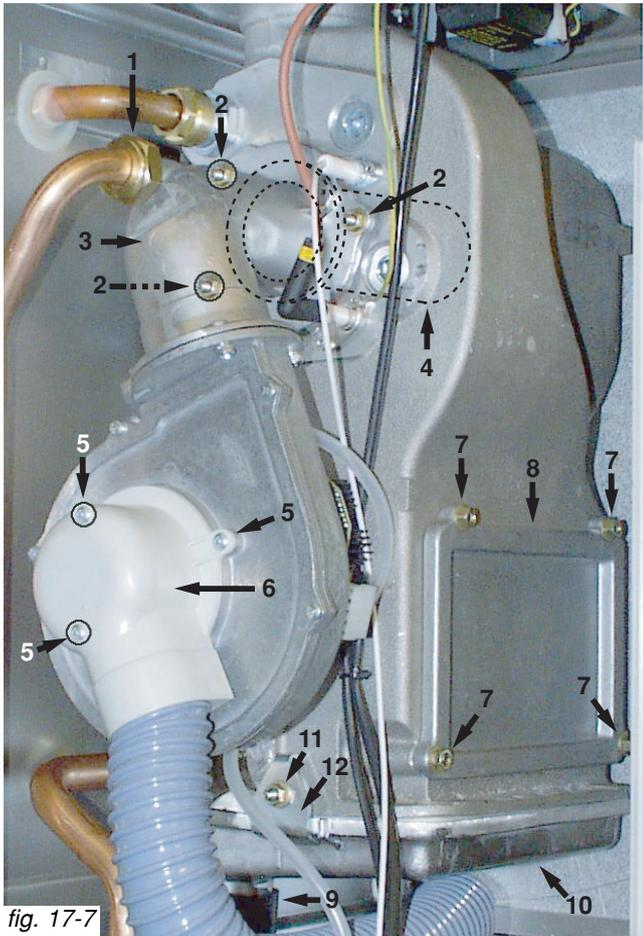

fig. 17-7
- Scollegare il tubo del gas **1** (fig. 17-7).